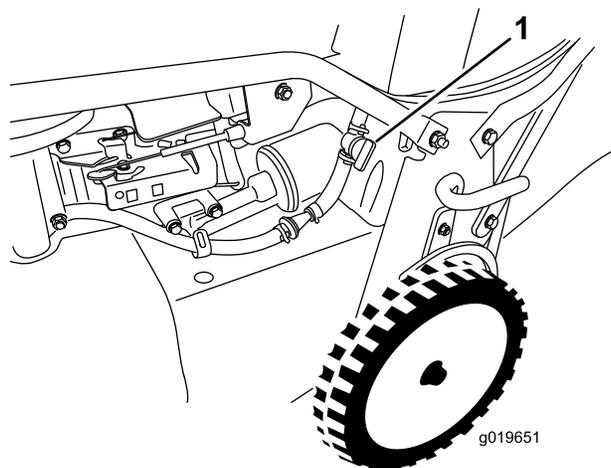

Figura 18
2. Aprite la valvola d'intercettazione del carburante (Figura 18).